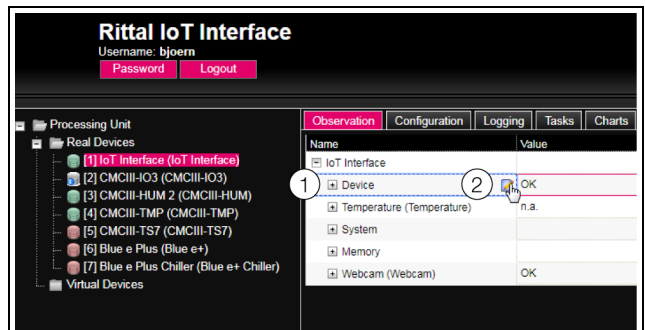

Abb. 25: Auswahl mehrerer Parameter
(Abb. 25, Pos. 1).
- Setzen Sie den Mauszeiger an das Ende der ersten Spalte in der Zeile „Device“ (Abb. 25, Pos. 2). Es erscheint ein „Edit“-Symbol und der Mauszeiger ändert sich in ein „Hand“-Symbol.